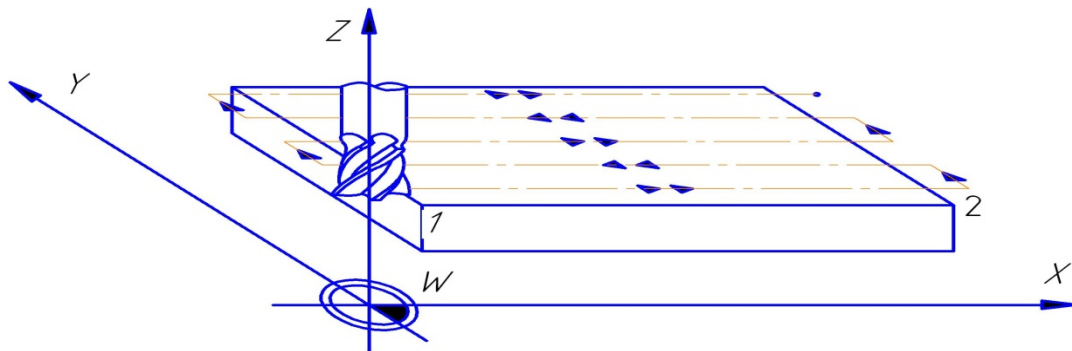

Рис. 5.3. Фрезерование плоскости в соответствии с циклом 230
1. УЧПУ позиционирует инструмент с FMAX от актуальной позиции на плоскости обработки в точку старта 1 (рис. 5.3); УЧПУ смещает инструмент на значение радиуса инструмента налево и вверх.